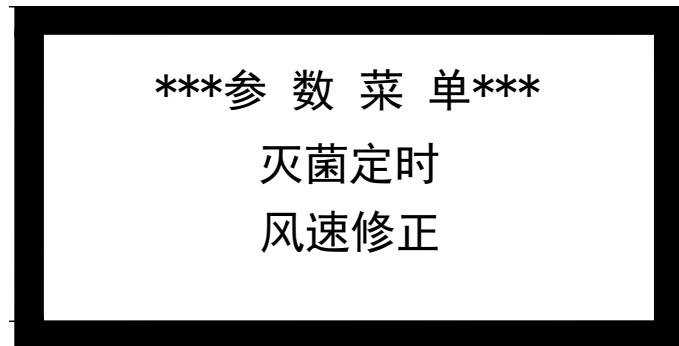
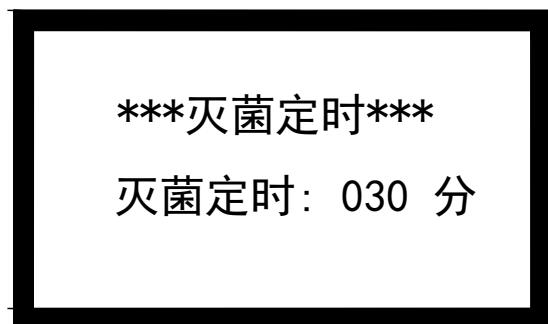
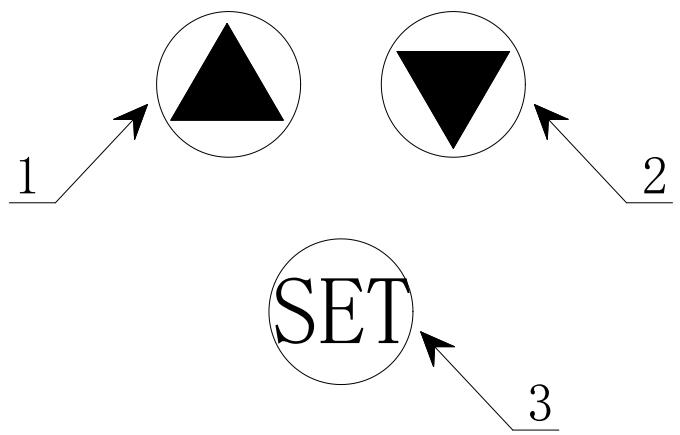

图 7
图 8
图 9
- a) 长按 SET 键 (SET 见图 9) 6 秒后出现【**参数菜单** 请输入 0000】，然后再按 SET 键四下后液晶屏显示如图 7 所示。注：此密码只有本厂专业技术人员才可输入，其他人使用时按 SET 键四下直接跳过进入图 7 菜单。
b) 再按一下设置按键中的 SET 键 (SET 键见图 9) 液晶屏显示为如图 8 所示:
- c) 此时按 3 号键来移动光标 (见图 9),
e) 调整修改好后按 3 号键确认返回图 7;
- 6) 图 7 的其它菜单说明: